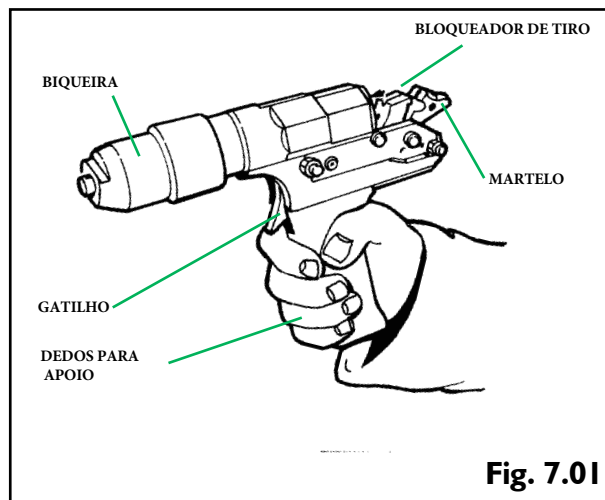

Fig. 7.01
- ▶ Puxe o martelo e o bloqueador de tiro como mostrado na Fig. 7.01